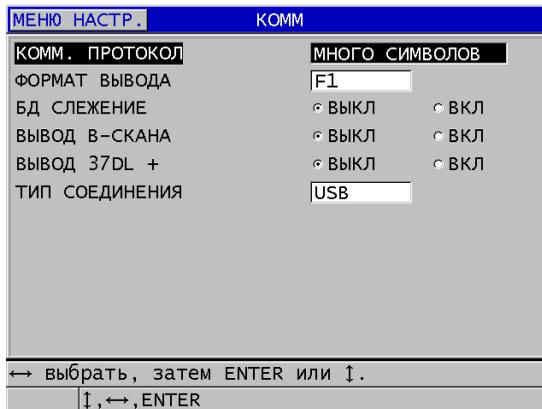

Рис. 9-3 Настройка параметров коммуникации
- В окне **КОММ** (см. Рис. 9-3 на стр. 150):